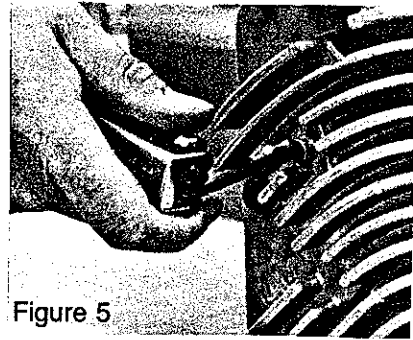
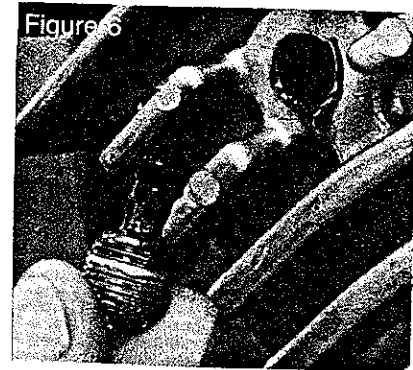

Figure 5
Figure 6
- 6) Ajuste el resorte de sujeción (N, Fig. 5) con respecto a la cuchilla inferior (T, Fig. 5), de manera que el borde (O, Fig. 5) de la cuchilla inferior (T) esté en línea con el borde (P) del muelle de sujeción. El muelle de sujeción (N, Fig. 6) deberá sobresalir también de la cuchilla superior (J, Fig. 6) $0.5\text{mm} = .02''$. Aflojar los tornillos (Q, Fig. 5) para realizar este ajuste. Apretar de nuevo los tornillos (Q).